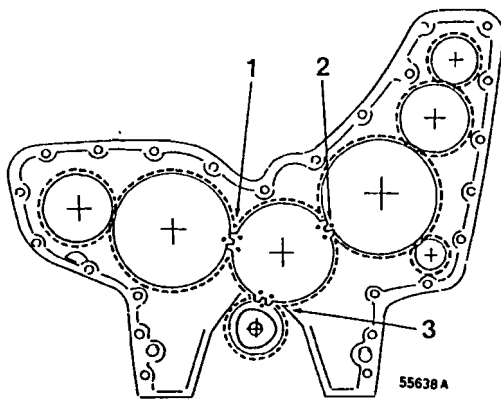

Fig. 194
Todos los engranajes de la distribución importantes para el ajuste están marcados con buril en el centro de cada diente o espacio entre estos (fig. 194).
- 11 Montar el piñón del árbol de levas observando las marcas de coincidencia, fig. 194. Apretar los tres tornillos de fijación. Par de apriete: 45 Nm.